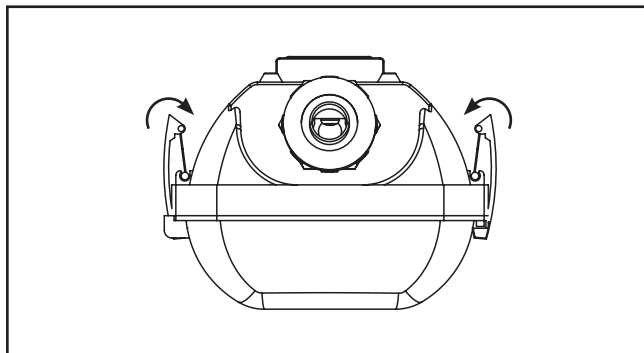

Figura 16.
17. Asegure la lente a la cubierta con los pestillos de la lente. (Figura 16)